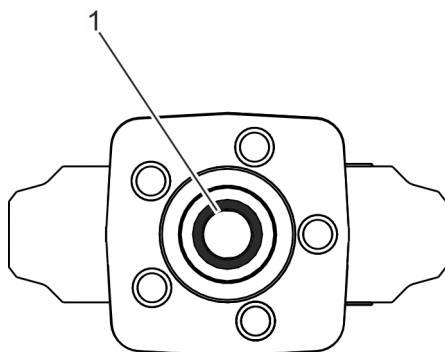

Fig. 8: Retirar la junta anular
6. ➤ Retire la junta anular (Fig. 8/1) del cuerpo de la válvula.